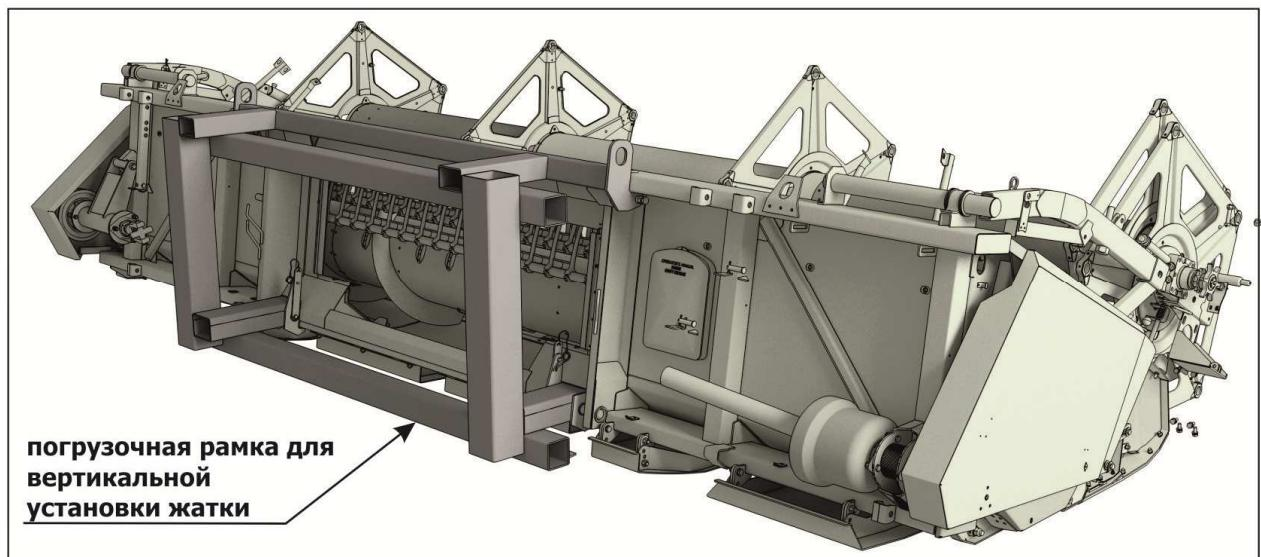

Рисунок 8.10
8.4.1 Для компактной перевозки жаток применяется погрузочная рамка ЖСУ-701.33.11.210A (из комплекта «ЖСУ-701.33.11.200 (см. рисунок 8.10).